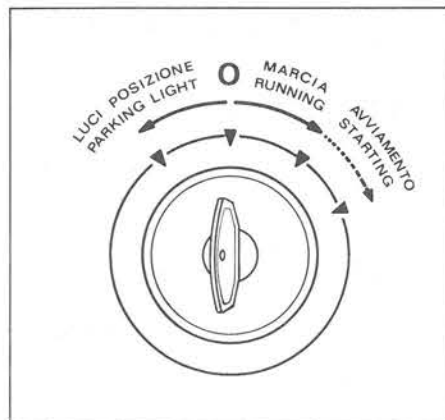

Fig. 18
- 8.3 - Girare la chiavetta di avviamento a fondo corsa in senso orario (fig. 18).
- 8.3 Turn the starting key clockwise (fig. 18).
- 13.5 Ricordarsi di portare la chiavetta di avviamento in posizione O (fig. 18).
- 13.5 Be sure to bring starting key on position «O» (fig. 18).